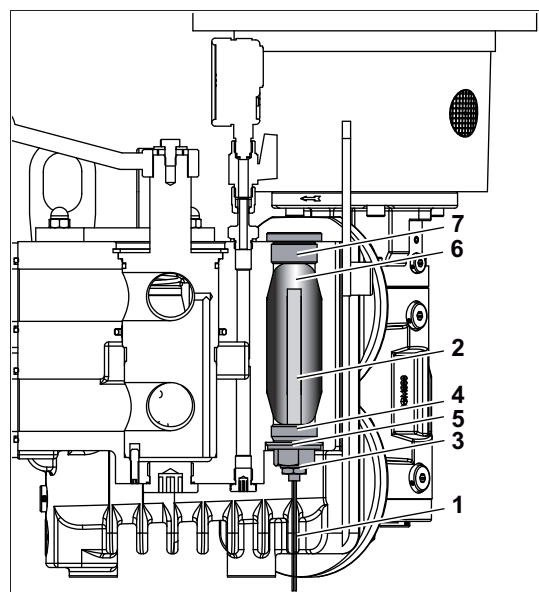

Рис. 4. Монтаж нагревательного патрона
3. Ввести нагревательный патрон снизу в нагревательный канал **6** и закрутить до упора запорный винт нагревательного патрона **4**, см. рис. 4, стр. 12.